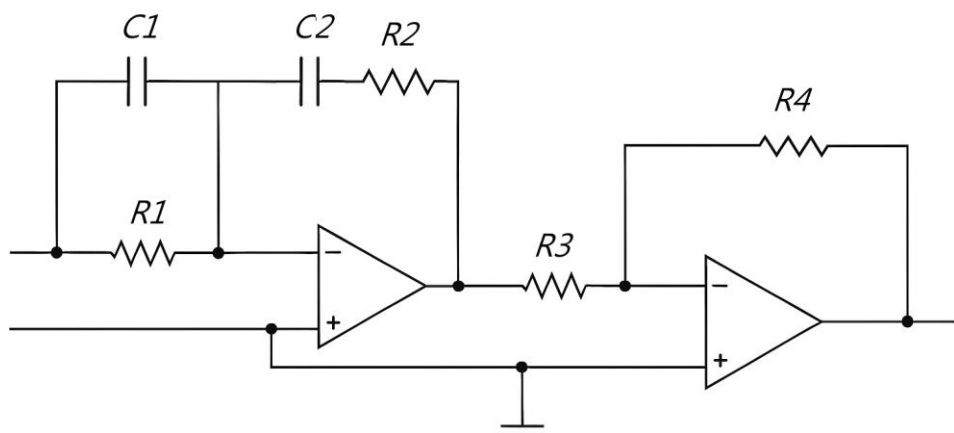

Figura 4. Controlador PID
4. Considere el circuito mostrado en la Figura 4, correspondiente a un controlador PID